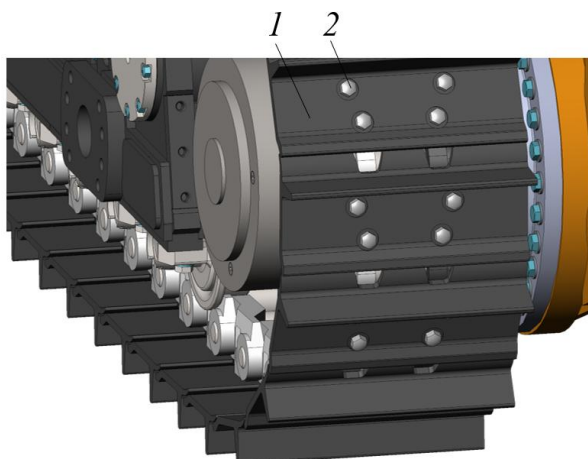

Рисунок 5.69. Проверка затяжки крепежа башмаков звеньев гусеницы
- Выполнить визуальный осмотр на предмет повреждений башмаком траков 1 и наличие башмачных болтов 2, рис. 5.69.